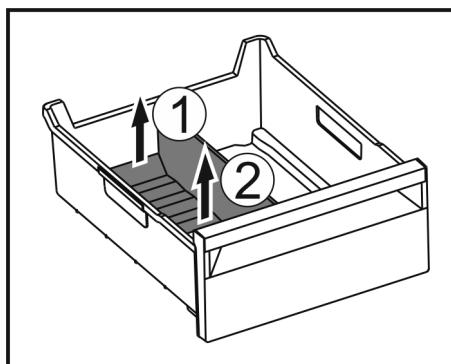

Fig. 153
- Zdvíhnite zadnú časť oddelovača zásuvky na ľad. Fig. 153 (1)
- Odoberte oddelovač zásuvky na ľad nahor. Fig. 153 (2)